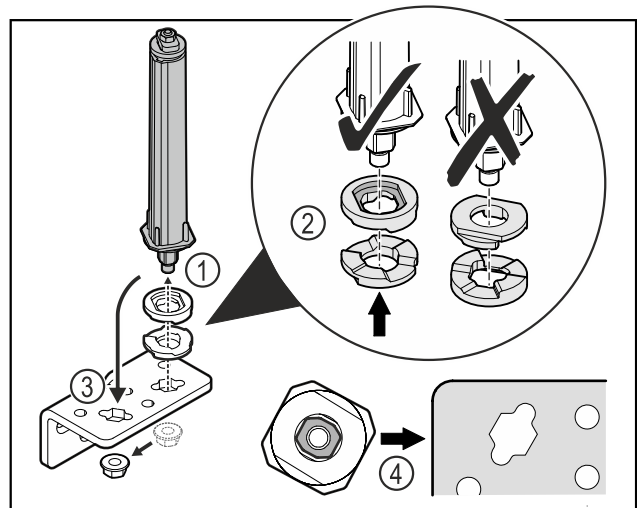

Fig. 20
- ▶ Mutter lösen und Türschließsystem entfernen Fig. 20 (1).
- ▶ Auf die korrekte Ausrichtung der Höhenverstellsscheiben achten Fig. 20 (2).
- ▶ Türschließsystem im Scharnierwinkel umsetzen und mit der Mutter fixieren Fig. 20 (3).
- ▶ Beim Einsetzen auf die korrekte Ausrichtung des Türschließsystems achten Fig. 20 (4).